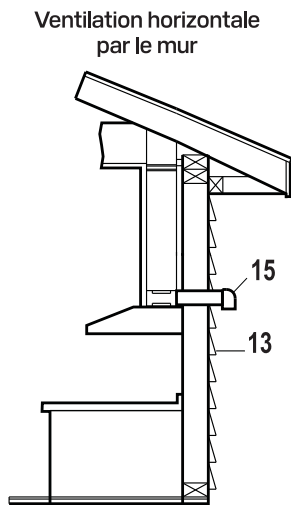
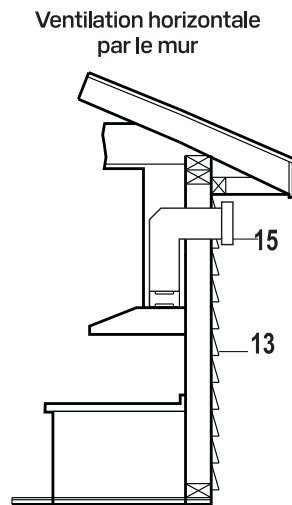
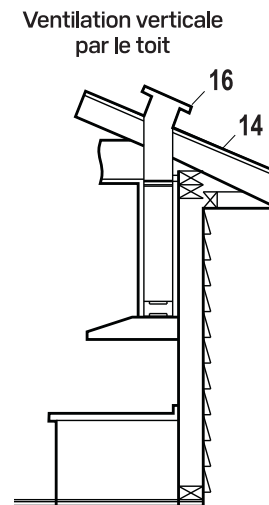

Fig.5
Fig.6
Fig.7
- Votre système de ventilation doit déboucher à l'extérieur soit horizontalement à travers le mur arrière (13), soit verticalement à travers le toit (14) (voir Fig. 5/ Fig. 6/ Fig. 7).